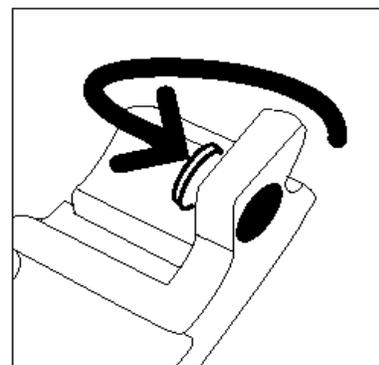

Figura 23: Colocación del tapón en el contenedor de residuos
- 6** Presione bien el tapón dorado sobre la tapa que se encuentra en la parte posterior del contenedor de residuos para evitar que se derramen gotas del revelador, tal y como ilustra la Figura 23.